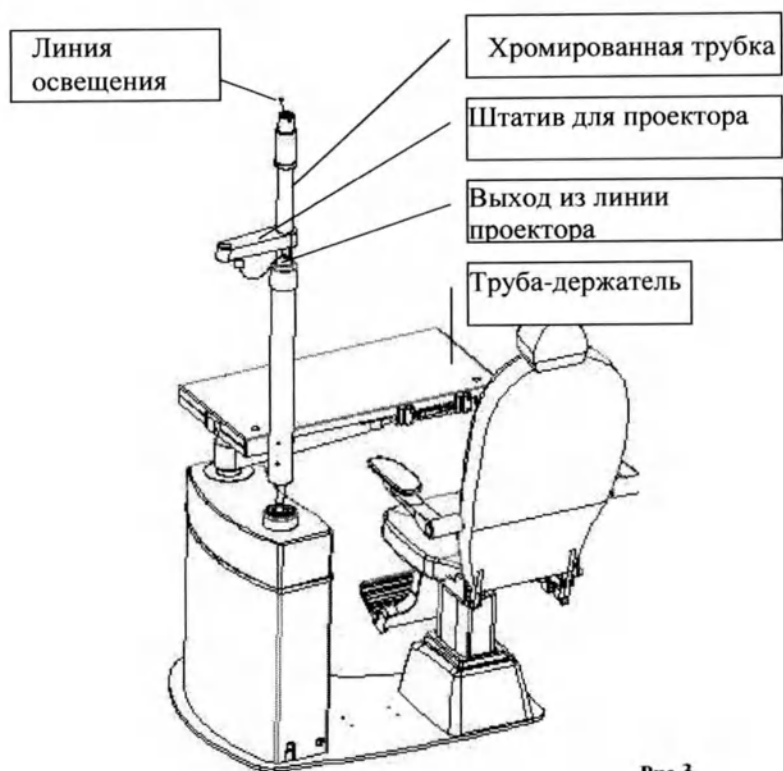
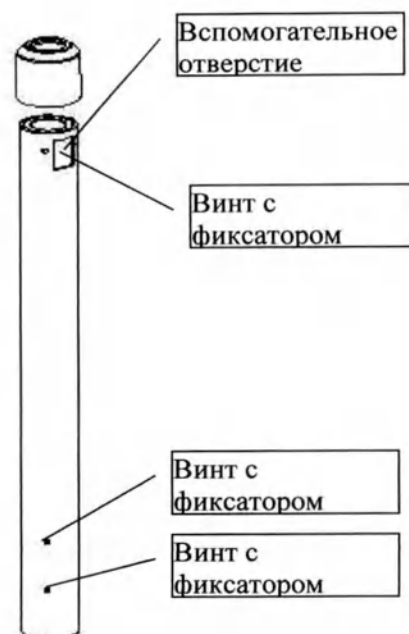

Рис.3
Рис. 4
- 6) а. Проведите линию питания проектора и освещения через вертикальные части (Рис.3) (Примечание: вспомогательное отверстие (Рис.4) используется для линии).